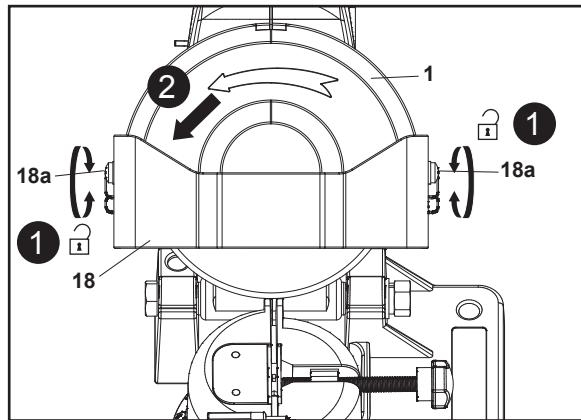

Fig. 11
1. Desaperte e remova os dois parafusos (18a) da proteção superior (1) e da proteção móvel transparente (18) com uma chave de fendas Philips adequada (não fornecida). Existem 2 porcas cativas que encaixam nos parafusos no interior da proteção superior. Certifique-se de que não se perdem ao remover os parafusos. Mantenha-as à mão para evitar que se percam (Fig. 11, passo 1).
2. Levante a proteção superior (1) e a proteção móvel transparente (18) (Fig. 11, passo 2).